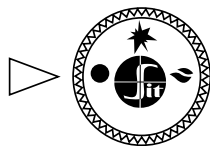

Рис. 6
- 7.2. В исходном (выключенном) положении ручка управления находится в положении «точка» (рис. 6). Пилотная и основные горелки погашены (подача газа к ним заблокирована).
- 7.5. **Выключение аппарата** производится путем поворота ручки в положение «точка» (рис. 6). При этом пилотная и основные горелки (если горят) погаснут.